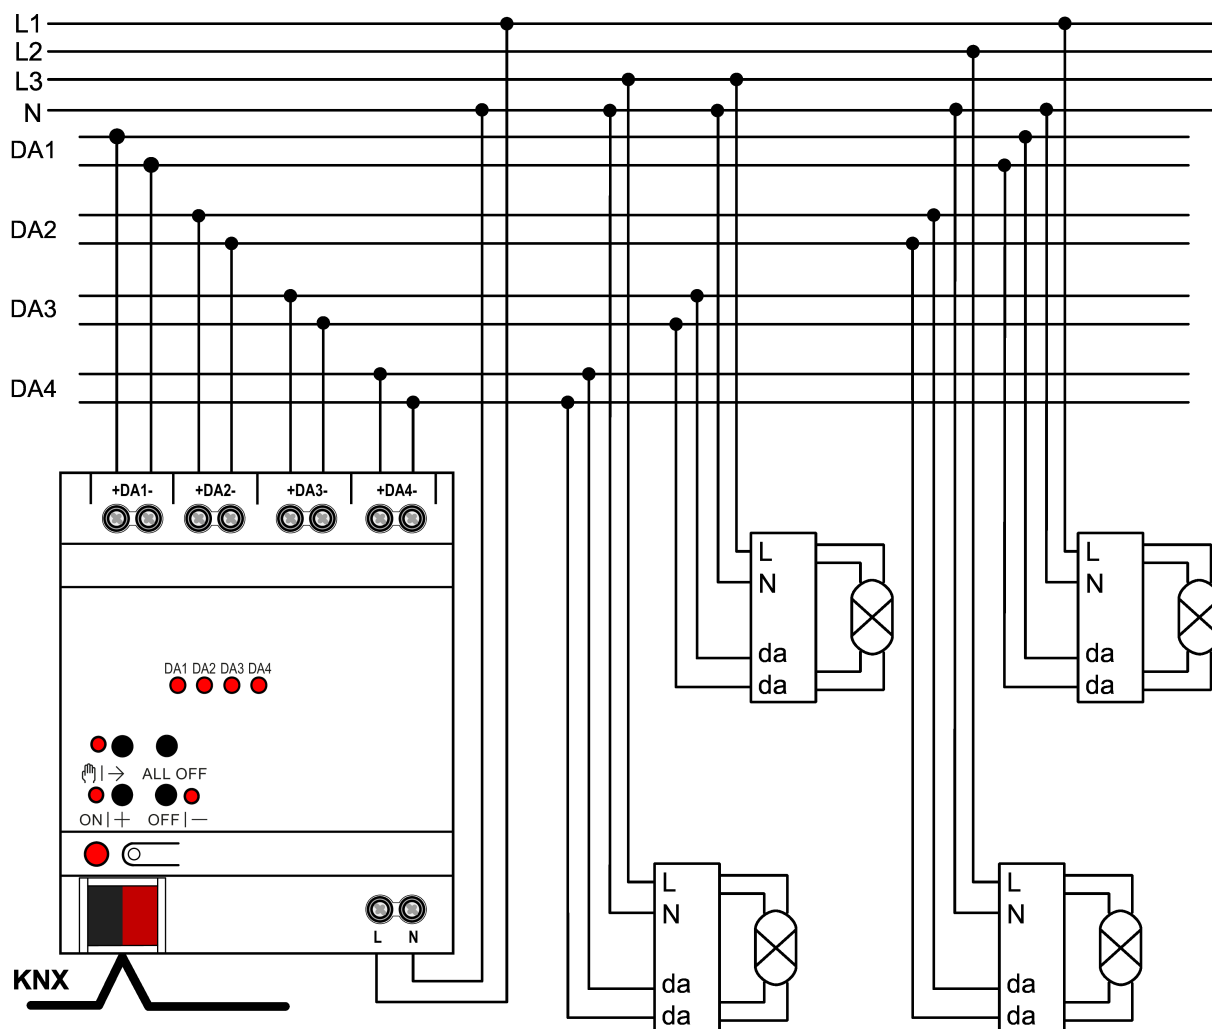

Figure 4: Exemple de raccordement
- Raccorder l'appareil selon l'exemple de raccordement (voir figure 4).